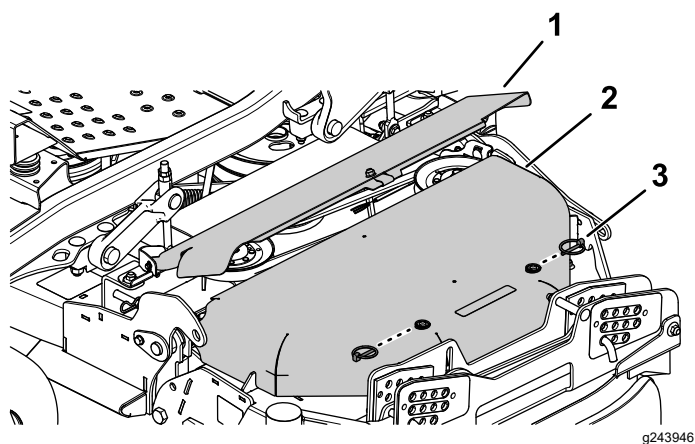

Figura 60
4. Retire los 2 pasadores de seguridad de la cubierta exterior de la correa y retire la cubierta exterior (Figura 60).
5. Gire hacia arriba la cubierta interior de la correa (Figura 60).